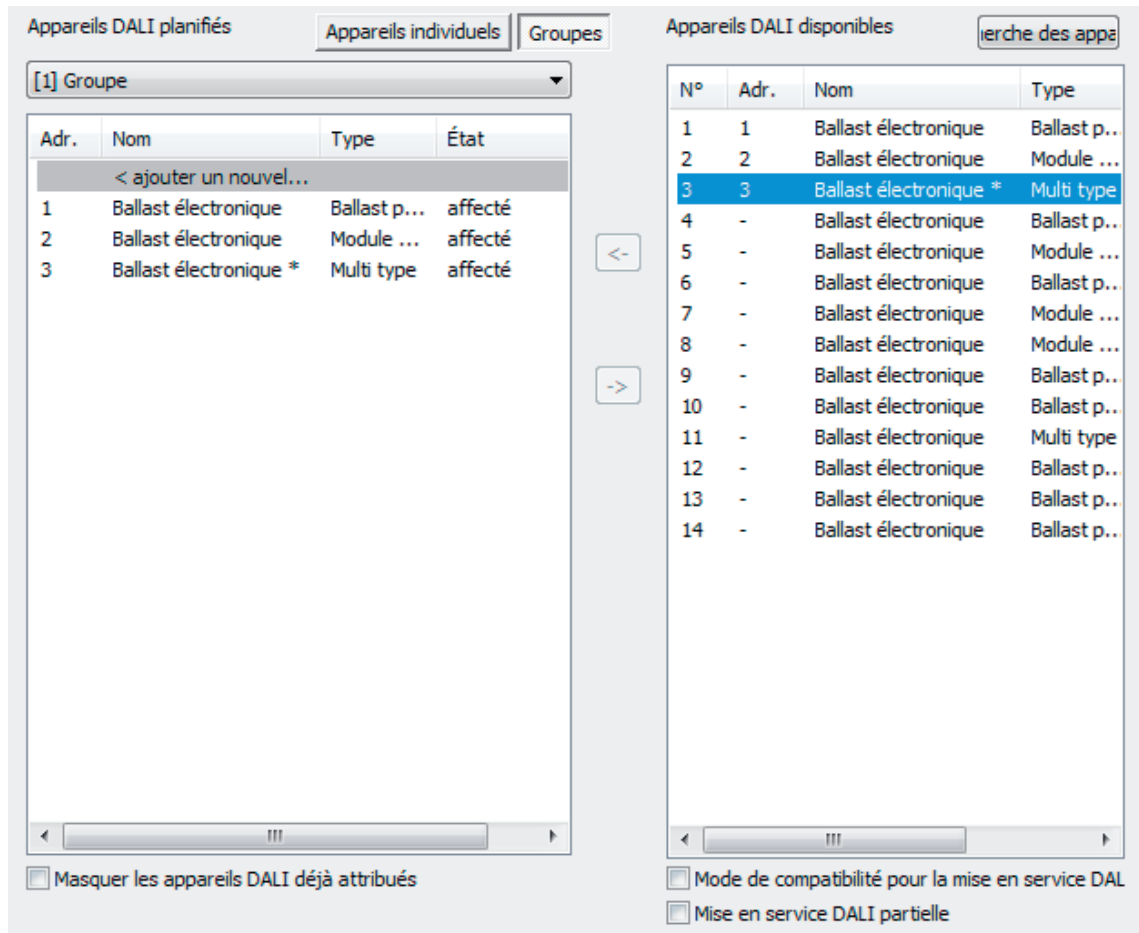

Figure 69: Équipement affecté à un groupe
- Affecter un ou plusieurs équipements DALI disponibles au groupe comme décrit ci-dessus. Les équipements affectés restent visibles dans la partie droite de la fenêtre et apparaissent également à gauche pour le groupe sélectionné (figure 69). Dans la partie droite, ces ballasts électroniques reçoivent l'adresse abrégée de l'affectation.